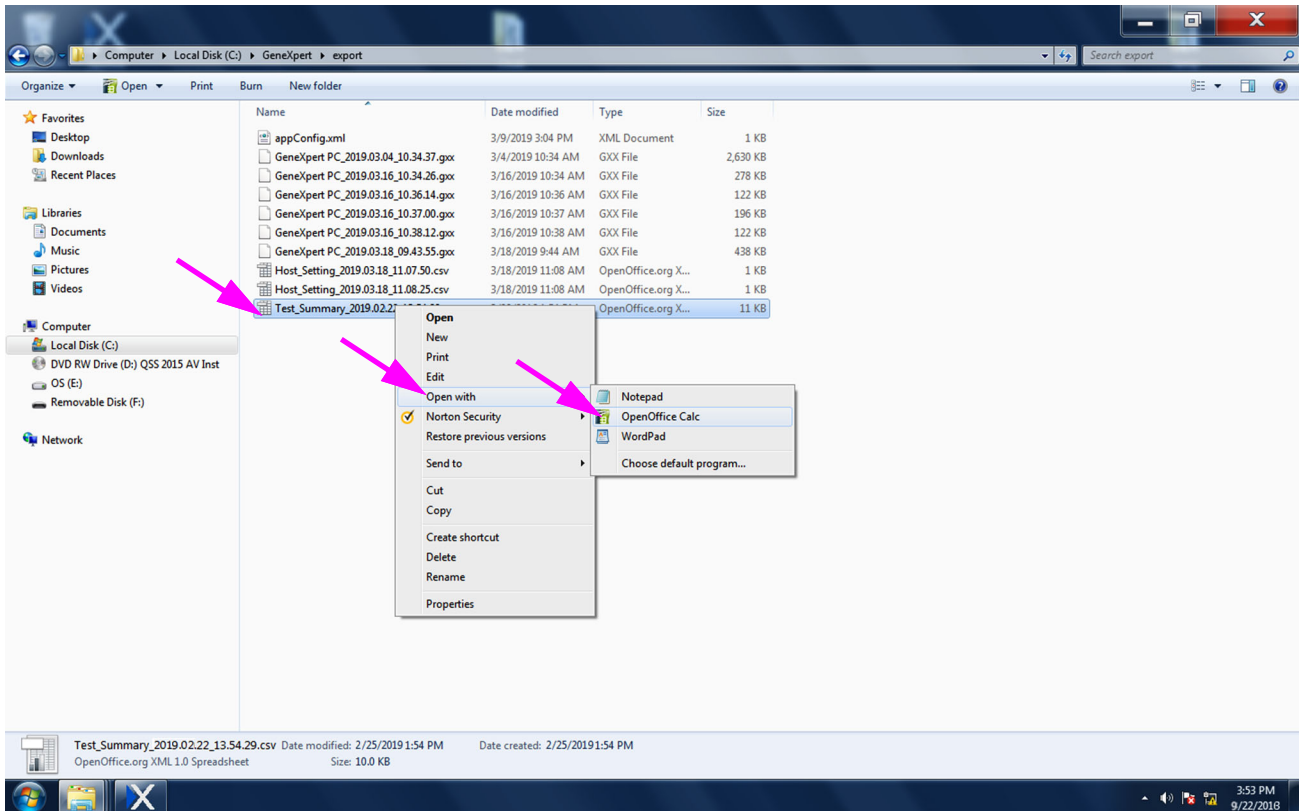
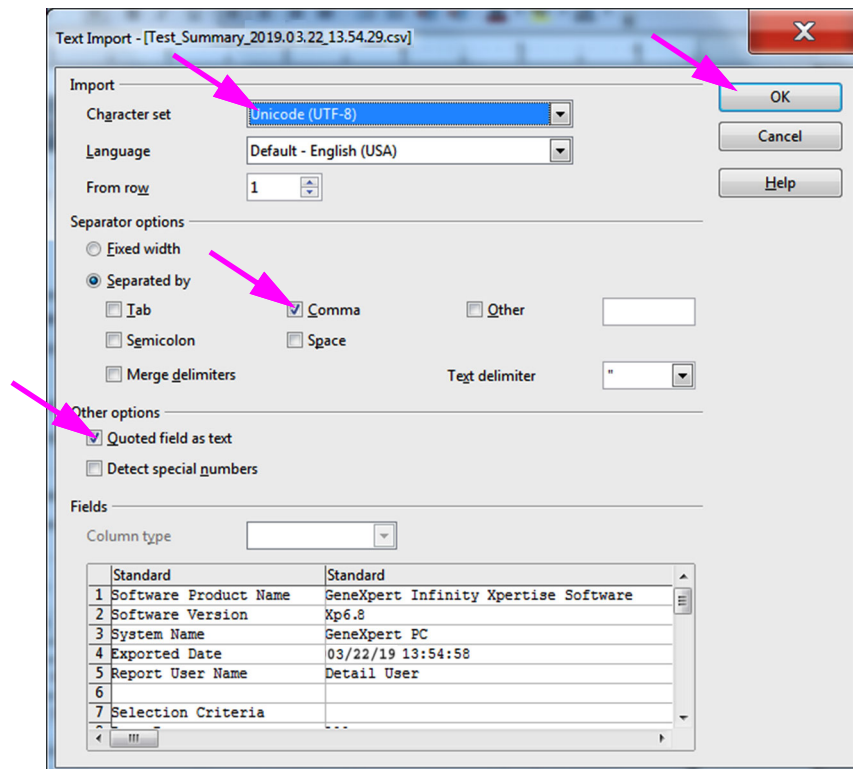

Figura C-11. Abrir um ficheiro .csv com o Apache OpenOffice
Figura C-12. Ecrã Text Import (Importar texto) com definições corretas selecionadas
3. Na pasta **Export (Exportar)**, clique com o botão direito do rato no ficheiro .csv que pretende abrir. Quando surgir o menu pendente, clique em **Open with (Abrir com)** e selecione **OpenOffice Calc** (ver Figura C-11). A caixa de diálogo Text Import (Importar texto) será apresentada. Ver Figura C-12.
4. Na caixa de diálogo Text Import (Importar texto), certifique-se de que as quadrículas à esquerda de **Comma (Vírgula)** e **Quoted field as text (Campo delimitado por aspas como texto)** foram selecionadas. Ver Figura C-12.